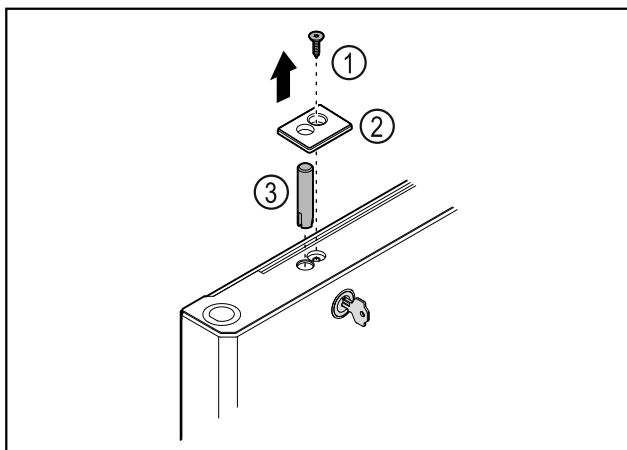

Fig. 38
- Зніміть гвинт Fig. 38 (1).
- За допомогою малої викрутки зніміть з фіксатора кришку Fig. 38 (2) і видаліть.
- Витягнути палець замка Fig. 38 (3).